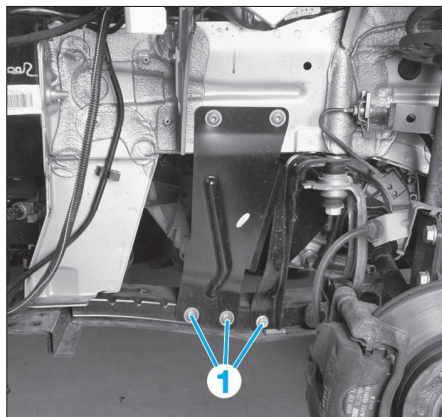

FIG. 14
- Déposer les vis de fixation (1) de chaque côté (Fig.14).